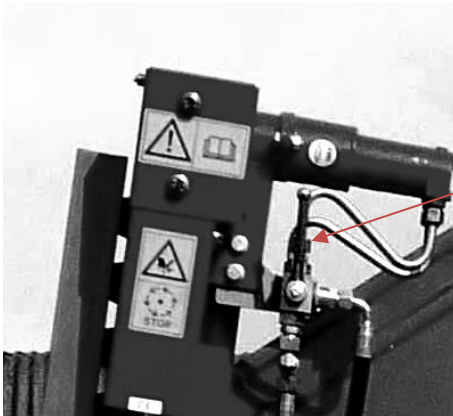

Abb. 5
- Seitenmesserschalterventil (Z) in die senkrechte Stellung einstellen. Abb.5